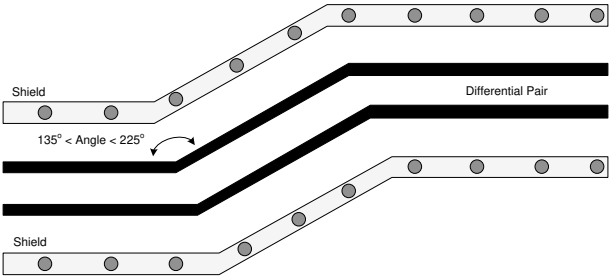

图 9-13. FPD-Link 布线示例
- 确保与差分信号对相关的弯曲角度在 135° 和 225° 之间 ( 请参阅图 9-13 ) 。